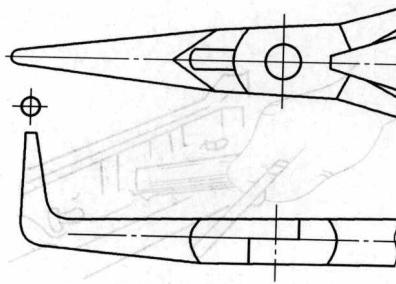

图 1-8 尖嘴钳、弯嘴钳
(2) 尖嘴钳、弯嘴钳（见图 1-8）。用于夹持卡簧、锁销等圆形或圆柱形小件。